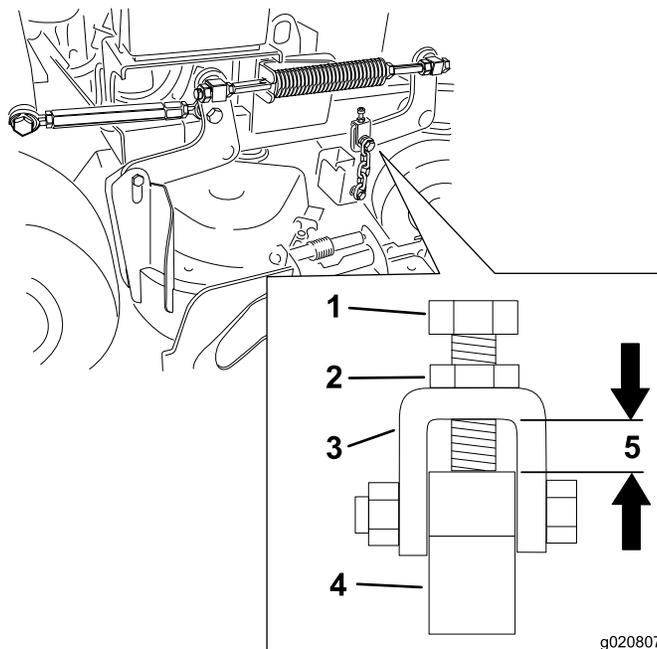

図 83
10. 各ヨーク部において、ヨークとデッキのハンガーアームとの間の距離を点検する。この適正距離は 11 mm である。図 83 を参照のこと。
12. 図 83 に示す正しい距離になるように、ジャムナットをゆるめて調整ボルトで調整を行う。